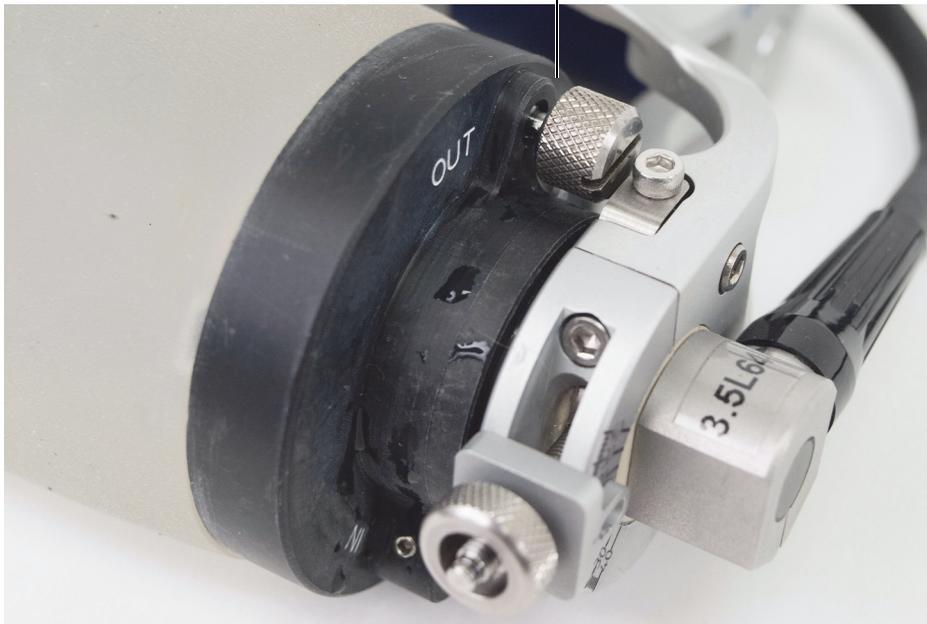

Figure 3-1 Régulateur de débit en position OUT
1. Du côté du câble de sonde, vérifiez que le régulateur de débit OUT situé sur le moyeu est bel et bien ouvert en lui faisant faire un tour et demi (Figure 3-1 à la page 48).